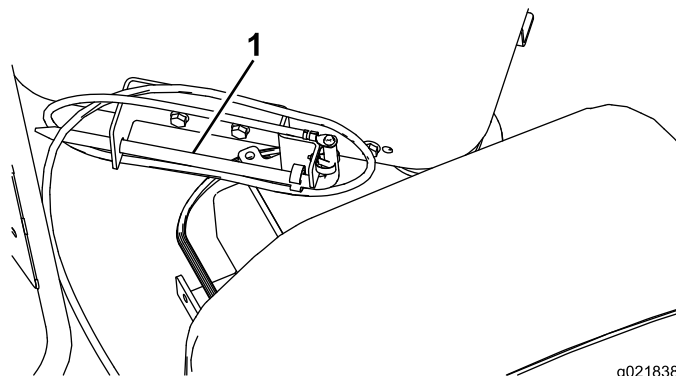

Рисунок 31
8. Разместите стойку заземления на хранение в держателе на платформе оператора, как показано на Рисунок 31.